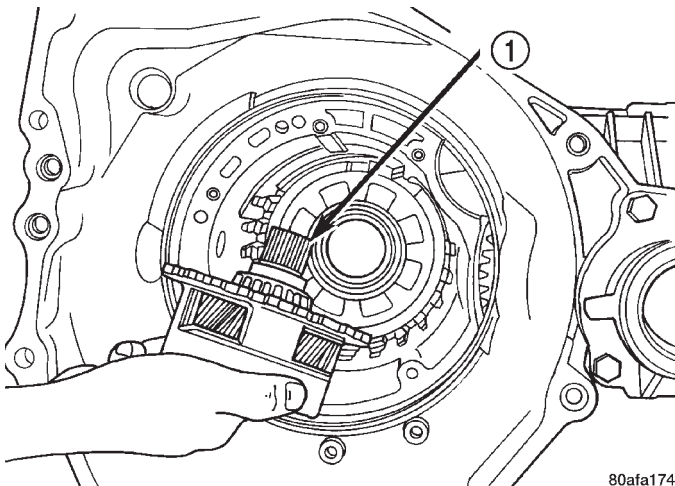

Fig. 64 Desmontaje del conjunto de portador trasero
(55) Retire el conjunto del portador trasero del transeje (Fig. 64).